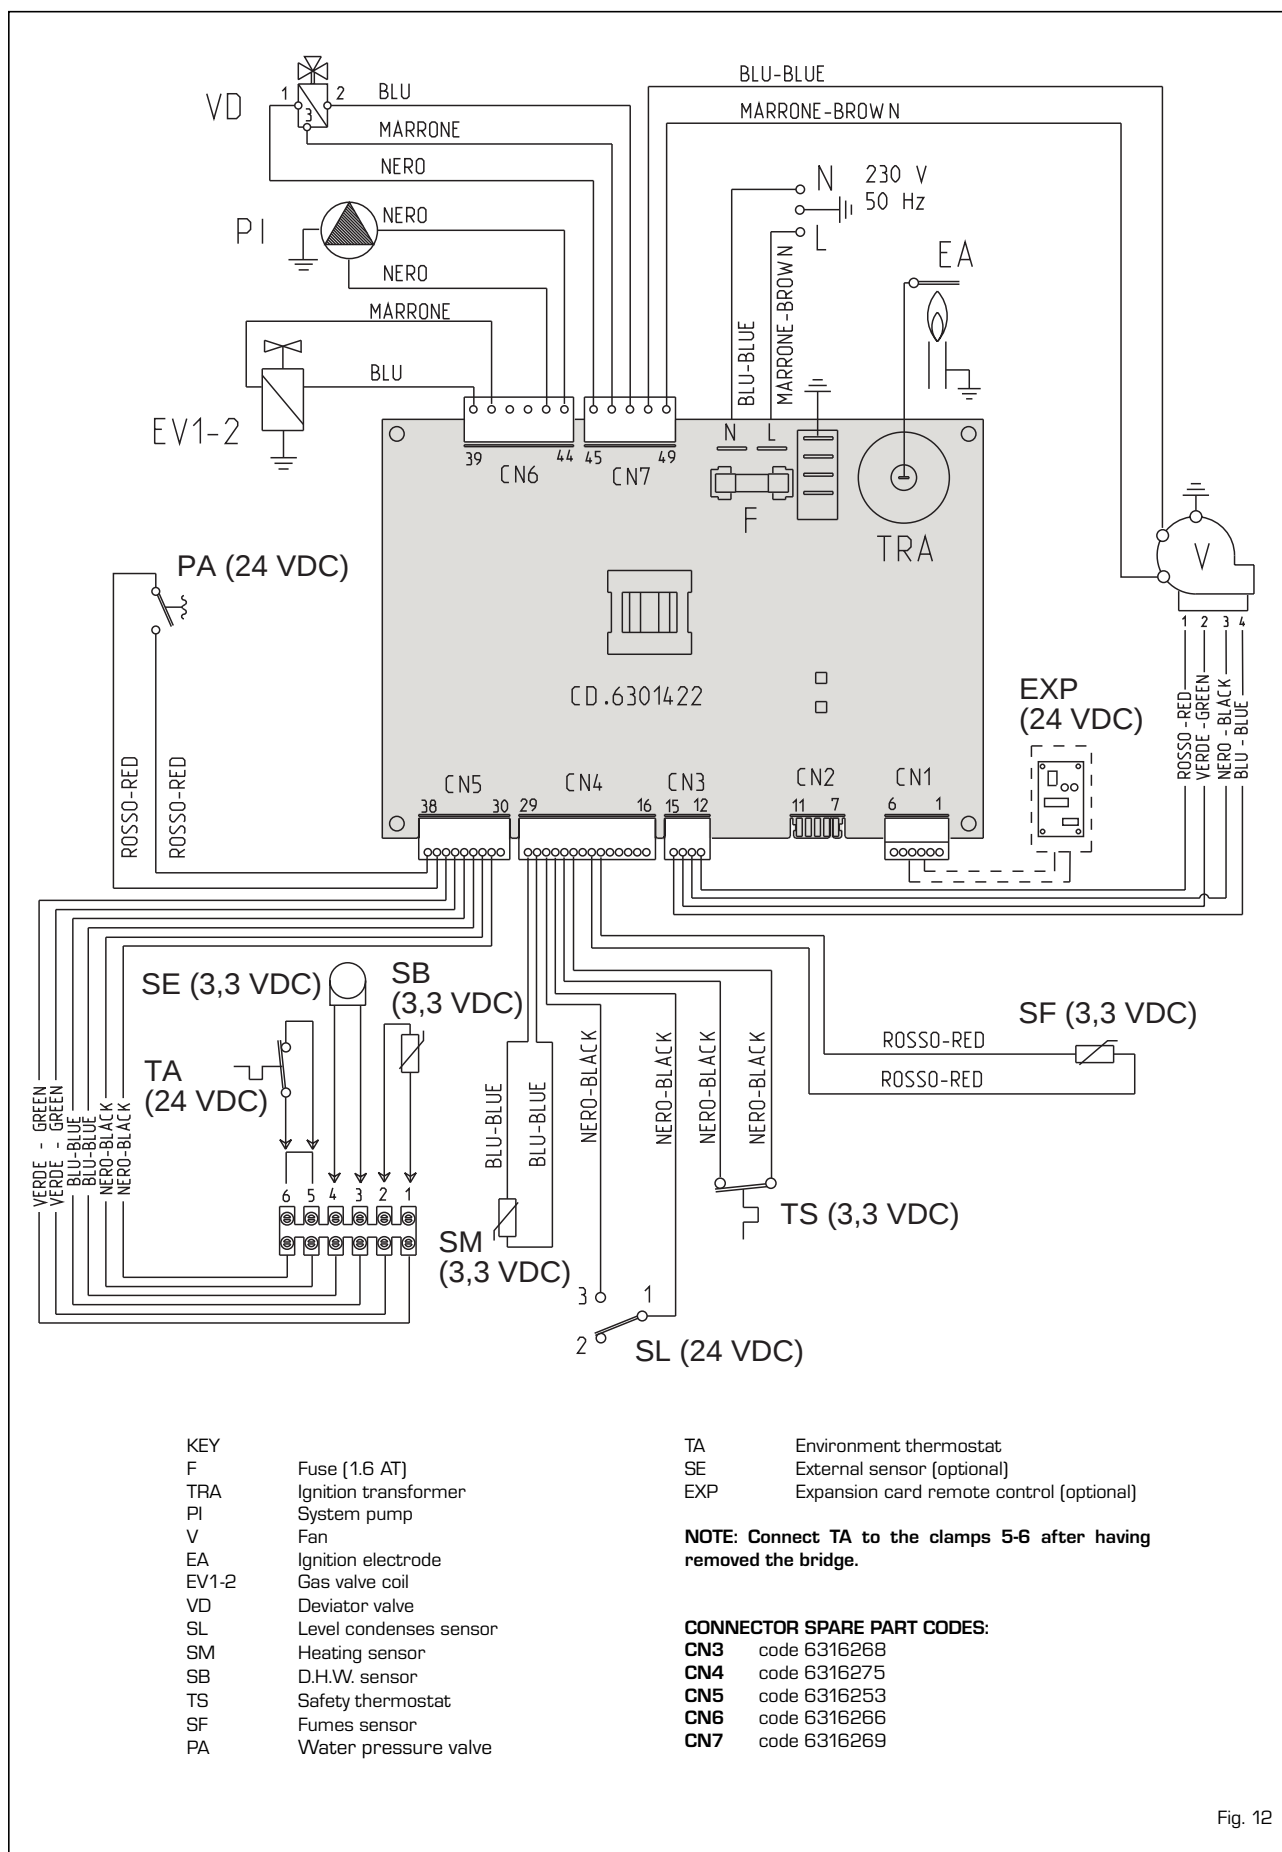

Fig. 12
2.12 BOILER ELECTRICAL "12-20 T" (fig. 12)
2.13 BOILER ELECTRICAL "25-30-35" [fig. 12/a]